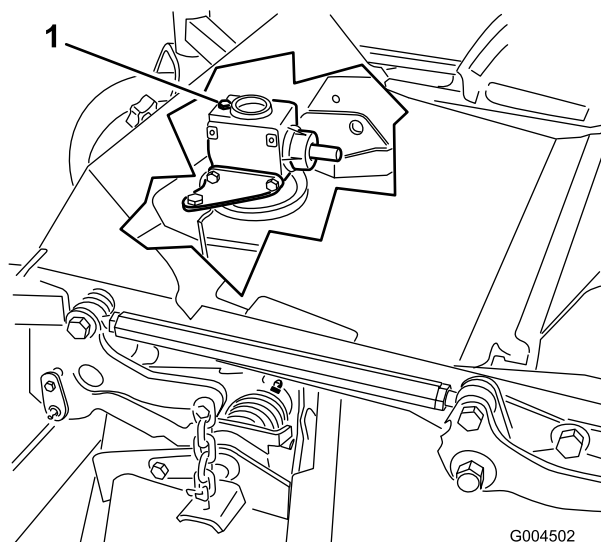

Figura 33
6. Retire a vareta/tampão de enchimento da parte superior da caixa de engrenagens e verifique se há lubrificante entre as marcas da vareta (Figura 33).
6. Retire a vareta/bujão de enchimento da parte de cima da caixa de engrenagens (Figura 33).